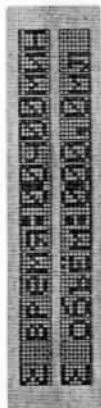

Рисунок 5
- для просмотра значений суммарного времени и объема (рисунок 5)